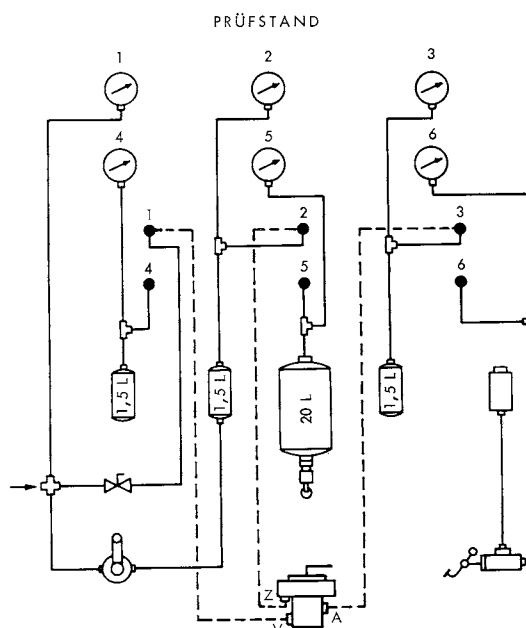

Abb. 3
b) Geräteanschluß Z nach Prüfschema anschließen. (Siehe Abb. 3)